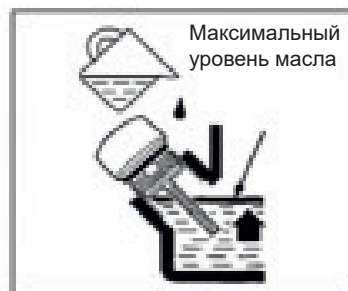

Рис. 5
3. Через маслозаливную горловину залейте моторное масло в картер двигателя до уровня нижней кромки маслозаливной горловины (рис. 5).